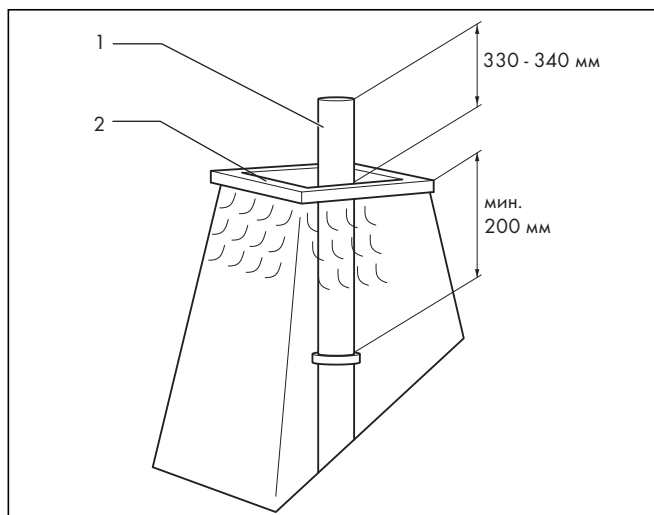

Рис. 4.49 Укорачивание трубы из нержавеющей стали
- Укоротите трубу из нержавеющей стали (1) согласно рис. 4.49.
- Уплотните устья (2) силиконом.